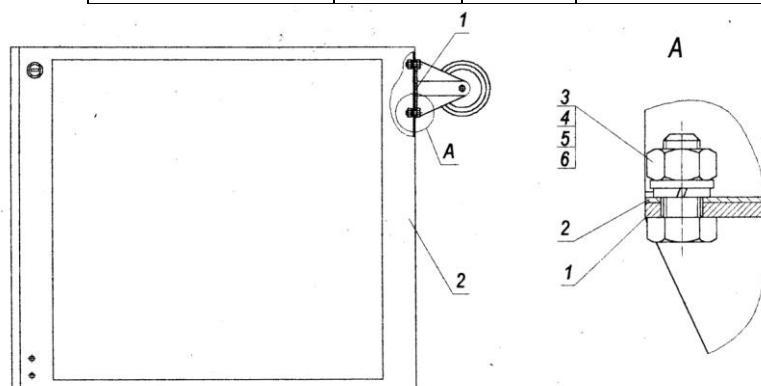

Рис. 6
6.3.1. Установка колес (рис. 6.)